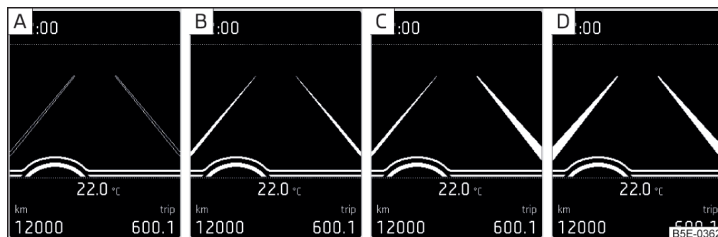
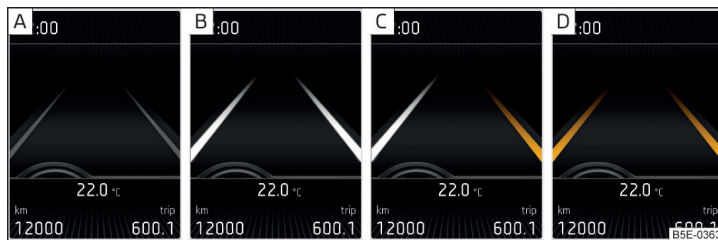

Fig. 168 Afijazul monocromat al panoului de bord: Exemple de afijaze de sistem
Fig. 169 Afijazul color al panoului de bord: Exemple de afijaze de sistem
**Afijaze de sistem » fig. 168 și » fig. 169**